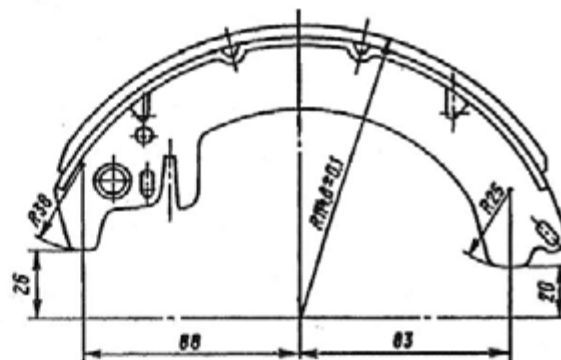

Рис. 253. Размеры тормозной колодки после шлифования фрикционной накладки
7. Пропилюйте наружную поверхность накладки, обеспечив получение размеров ($R114,6\pm 0,1$), показанных на рис. 253.